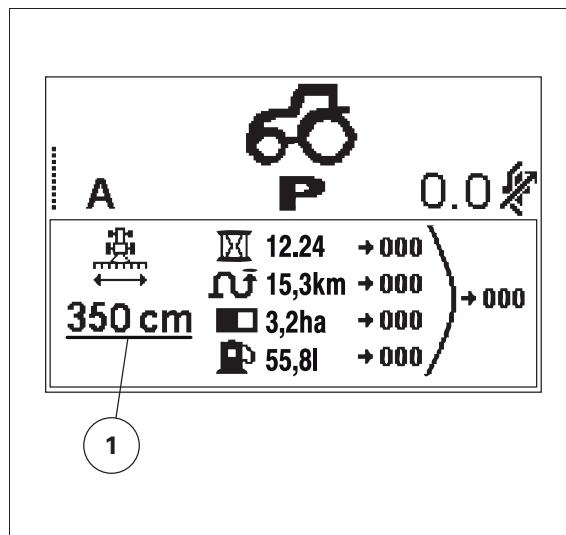

Fig. 34.
1. Seleccione la vista dividida de conducción en la pantalla o la vista de modificación del contador fig. 34.